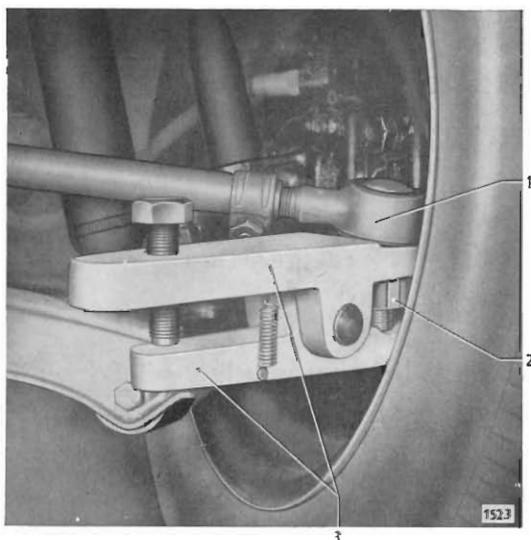

Bild 19 - Kugelbolzen des linken Gelenkkopfes aus Lenkhebel herausdrücken
3. An beiden Spurstangen Kronenmuttern der Gelenkköpfe an Lenkhebel entsplintern, abschrauben und Kugelbolzen mit Kugelbolzen-Ausdrückvorrichtung S-1235 (19/3) herausdrücken (Bild 19). Zum Ansetzen des Werkzeuges Räder jeweils nach links bzw. nach rechts einschlagen.